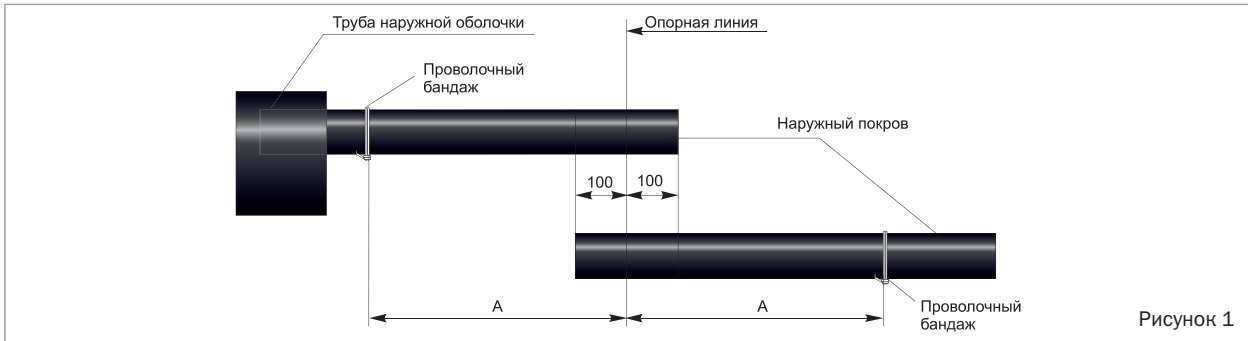

Рисунок 1
- Установить соединяемые концы кабелей в приспособлении для монтажа соединительных муфт внахлест на не менее 100 мм от опорной линии (см. рисунок 1), закрепить их.
- На п/э рукав надеть трубу наружной оболочки (см. рисунок 1).